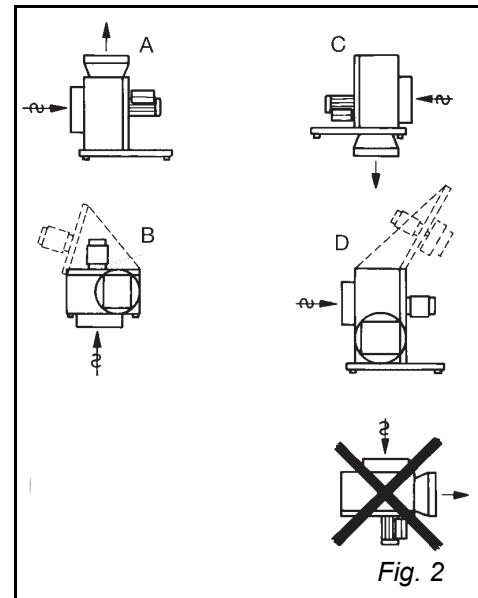

Fig. 2
Fläkten kan monteras på flera olika sätt inomhus (bild 2).
- BESB 400 och 500:** När monteringsmetod B (bild 2/4) väljs för BESB 400 och 500, borra hål ($\varnothing 16$ – $\varnothing 20$) i skåpet för muttrarna på bärskenorna.
Motorn är utrustad med termosäkring. Termosäkringen är seriekopplad med motorns strömkrets från fabriken (elschema i anslutningsboxen bild 1). Om manuell återställning vid termiskt avbrott önskas ska elschema användas, bild 2, där termosäkringen används i styrketesen till en strömbrytare.